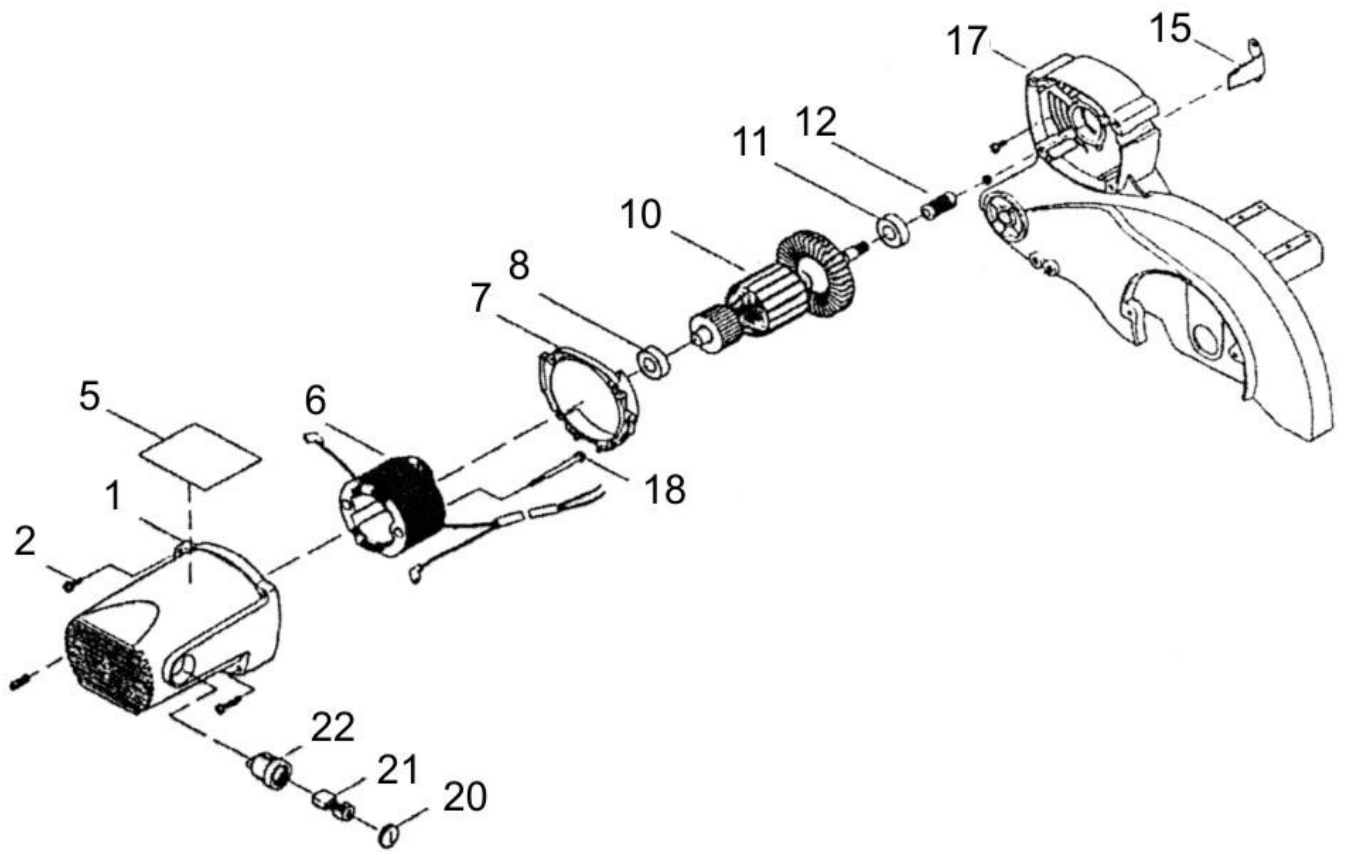

Рис. 1
**Детали сборки «Корвет 6» (Рис. 1. 2)**